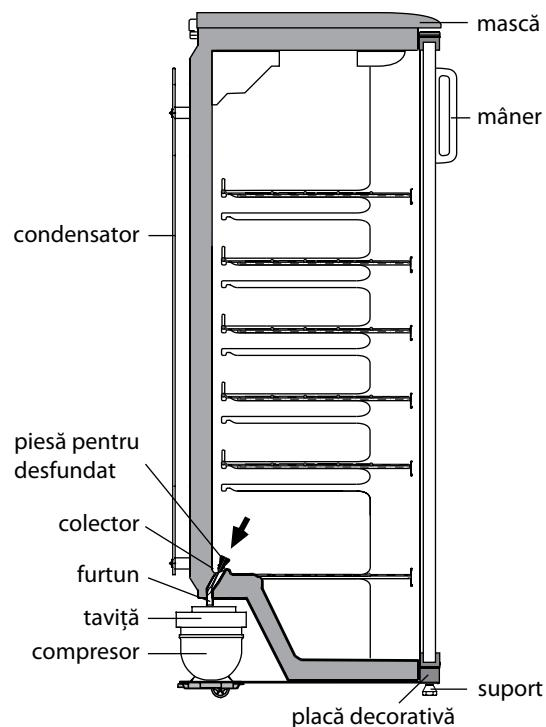

Figura 4
2.3.1 În frigider se folosește un sistem automat de dezghețare. Bruma care apare pe peretele din spate în interiorul frigiderului, se topește în ciclul de dezghețare la deconectarea compresorului și se transformă în picături de apă. Picăturile de apă rezultată în urma topirii se scurg în c colector, apoi prin gaura acestuia și prin furtun - în taviță de pe compresor, în conformitate cu figura 4 și se evaporă.
Prezența apei în colector indică înfundarea sistemului de drenaj. Pentru eliminarea înfundării folosiți piesa corespunzătoare și curătați gaura colectorului, astfel ca apa să se scurgă liber în taviță, apoi spălați piesa și instalați-o în conformitate cu figura 4.